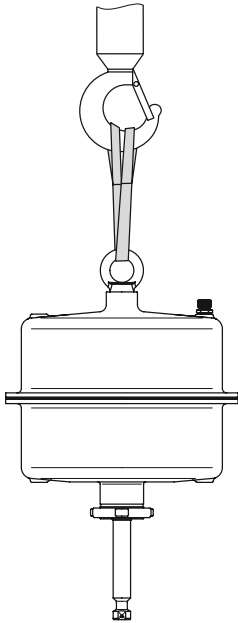

Bild 4-5: Hebepunkt am Antrieb
- Als Tragmittel einen Haken mit Sicherheitsverschluss verwenden (vgl. Bild 4-5), damit die Anschlagmittel beim Heben und Transportieren nicht vom Haken rutschen können.
2. Hebeschlinge an Hebeöse/Ringschraube bzw. Anschlagwirbel des Antriebs und am Tragmittel (z. B. Haken) des Krans oder Gabelstaplers anschlagen, vgl. Bild 4-5.